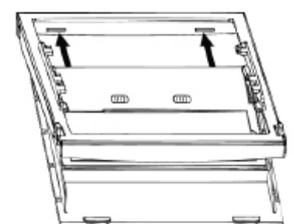

Fig.8
- c. Insérez les languettes du cadre de retenue de la lentille avant sous les deux fentes du cadre de retenue de la lentille arrière (Fig. 8).